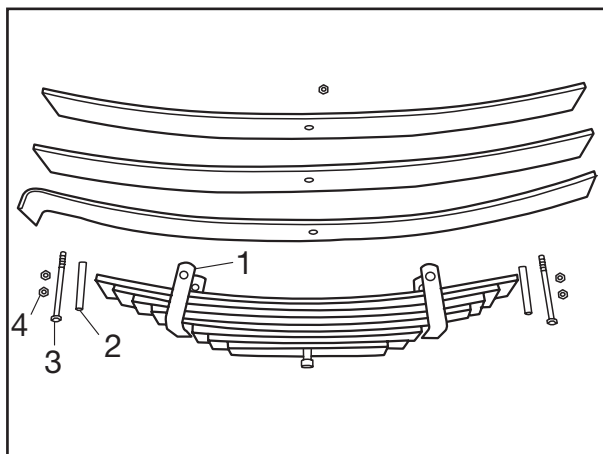

Рис. 3
- [8] Надеть хомуты рессор (рис. 3/1) на листы и вложить дистанционную втулку (рис. 3/2).
- [9] Вставить болты с шестигранной головкой (рис. 3/3). Навернуть гайку (рис. 3/4), затянуть ее предписанным моментом затяжки в 66 Нм и застопорить ее контргайкой.